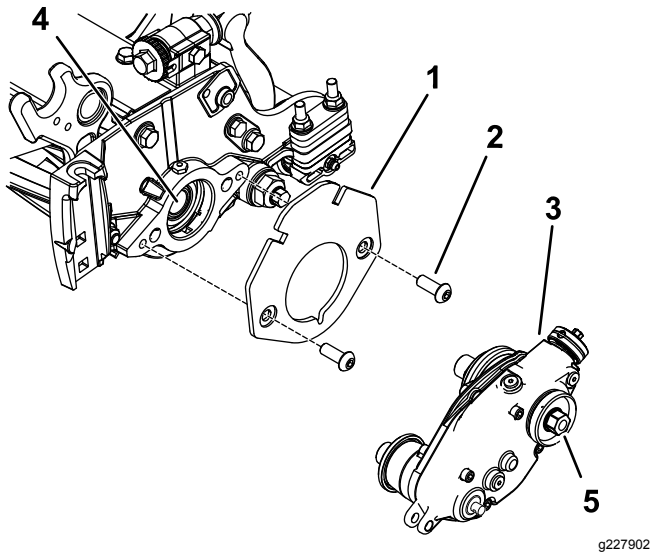

Figura 8
2. Fije el soporte de los pesos al molinete con 2 pernos allen de cabeza redonda ($\frac{3}{8}$ " x $\frac{3}{4}$ "), como se muestra en la Figura 8.
3. Aplique fijador de roscas de resistencia media (por ejemplo, Loctite® 243 azul) a las roscas del eje interno del molinete (Figura 8).
4. Conecte la caja de transmisión del groomer al eje del molinete (Figura 8) usando la cabeza